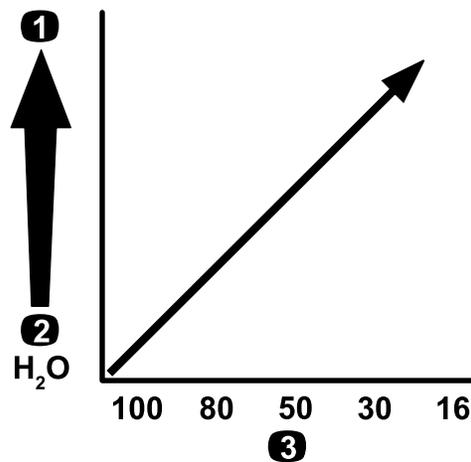

图 14
**重要事项** 当使用更高粘度更稠的化学品或含可湿性粉剂的溶液喷洒时可能需要使用适用于可选压力式过滤器的更粗网孔请参阅图 14。